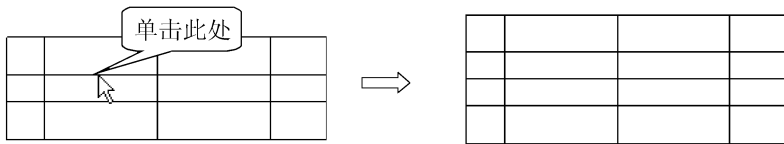

图 10-19 添加行
- **【添加行】按钮** **添加行**：在【行和列】选项组中单击【添加行】按钮 **添加行**，如果插入点在表格的右下角，在欲插入行的表格上侧水平边线上单击，则在该行上侧添加新行，其行高和所选边线下侧的行一样，如图10-19所示。